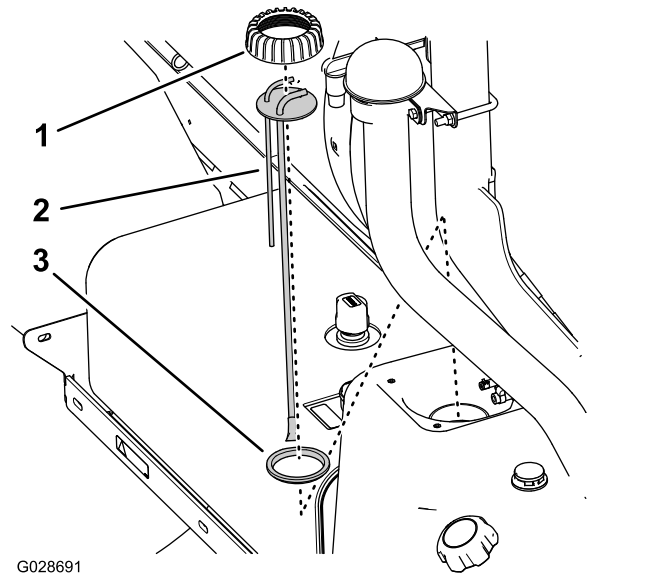

図 77
5. スタンドパイプキャップを左に回してキャップを外す 図 77。
6. 燃料タンクからスタンドパイプ/センダアセンブリを取り出す 図 77。
1. スタンドパイプのキャップをスタンドパイプに取り付け、スタンドパイプをシールに取り付ける 図 77。
2. キャップ、スタンドパイプ、シールを揃えて、燃料タンク内部に注意深く入れる 図 77。
3. タンクにキャップを取り付けて手締めする 図 77。